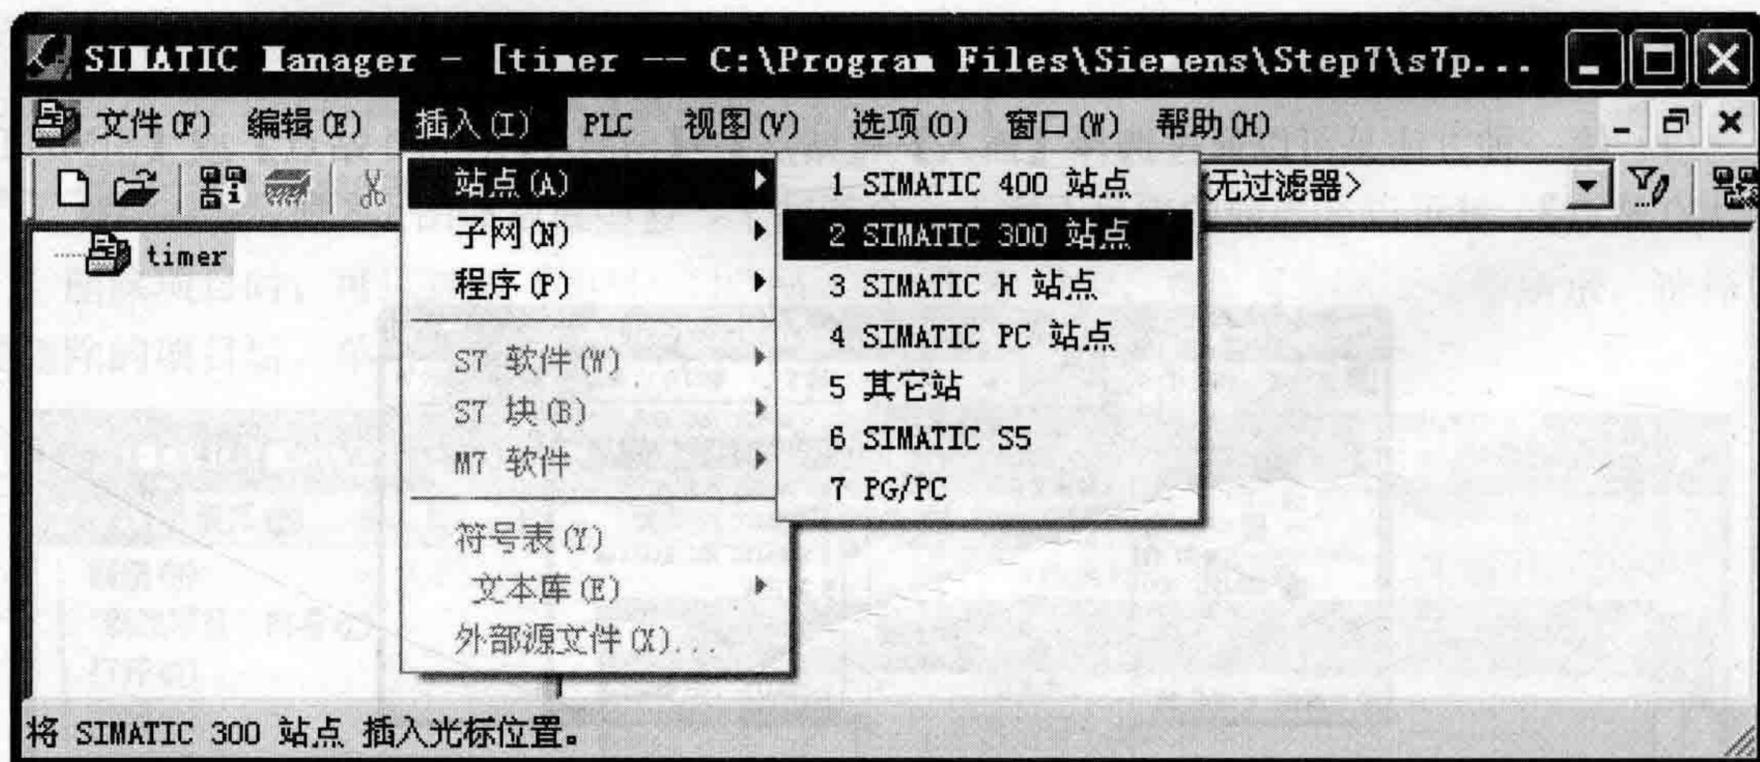

图 1-10 创建新的 SIMATIC 300 站
(1) 创建一个项目并插入一个 SIMATIC 300 站。打开【SIMATIC Manager】，打开【插入】菜单，选择【站点】，然后在弹出的级联菜单中选择【SIMATIC 300 站点】命令，流程如图 1-10 所示。